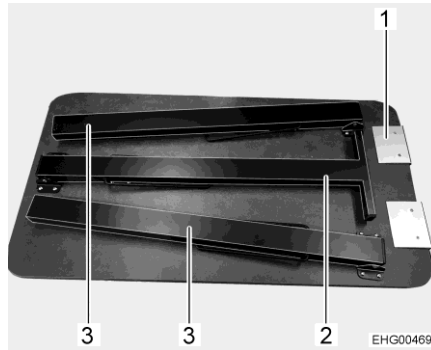

Fig. 12 Mesa (patas de mesa plegadas)
- Fijar el lado corto (Fig. 12,1) de la mesa en el riel en la zona de la cocina.
- Desplegar la pata de mesa central (Fig. 12,2).
- Desplegar todas las 3 patas de mesa (Fig. 12,2 y Fig. 12,3).